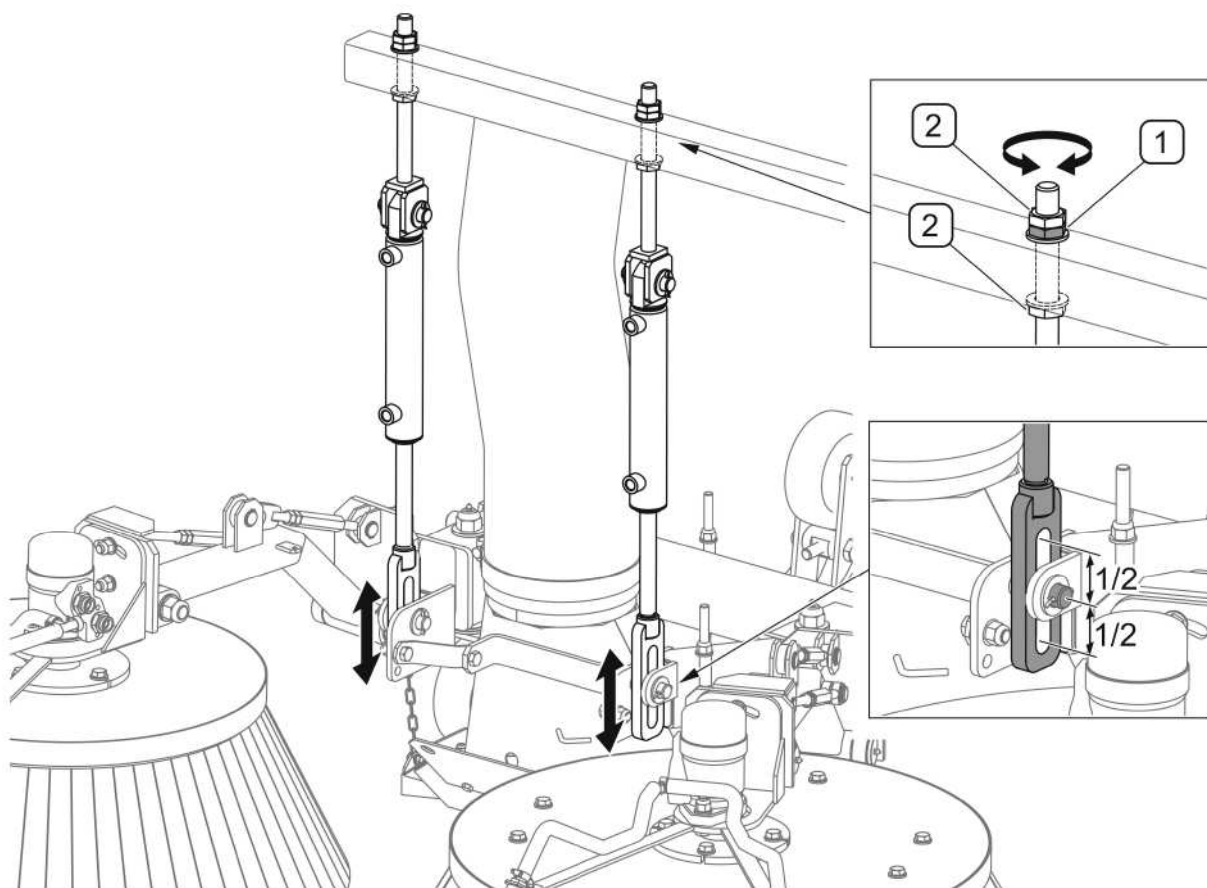

РИСУНОК 5.12А Установка копирования рельефа поверхности
(1)- регулировочная гайка; (2)- контргайка;
При опущенном подметающем механизме крепежный болт должен быть в середине продольного отверстия (РИСУНОК 5.12А). Правильная установка подвески подметающего механизма позволяет ему перемещаться по вертикали и копировать небольшие неровности рельефа поверхности. В случае необходимости следует слегка отвинтить контргайки (2) и при помощи гайки (1) соответствующим образом отрегулировать подвеску правого и левого цилиндров.